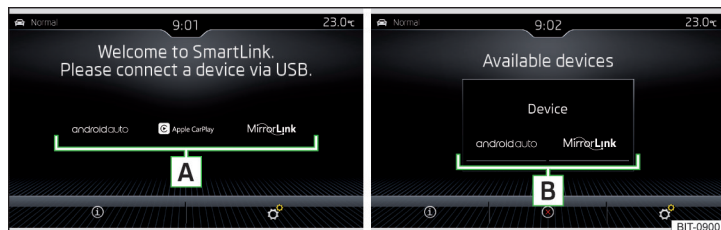

Abb. 211 **Unterstützte Kommunikationssysteme / Beispiel verfügbarer Kommunikationssysteme des angeschlossenen externen Geräts**
Ist kein externes Gerät angeschlossen, dann wird ein Menü mit unterstützten Kommunikationssystemen SmartLink angezeigt **A** » **Abb. 211**.
Hauptmenü » **Abb. 211**
- Die Verbindung mittels „Android Auto“ **[B]** » Abb. 211 auf Seite 183 wählen.
- › Die Verbindung mittels „Apple CarPlay“ **B** » Abb. 211 auf Seite 183 wählen.
- › Die Verbindung mittels „MirrorLink“ **B** » Abb. 211 auf Seite 183 wählen.